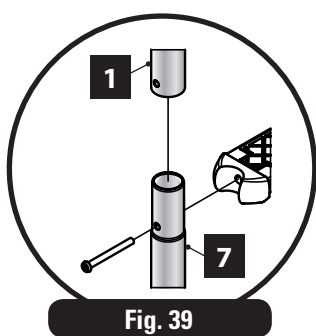

Fig. 39
- Assemble the upper handrail (1) and lower (7) introducing one into the other (figure 39). Fix the steps (6) into the handrails using the bolts (8), the washers (4) and the nuts (9).
- Position plugs (10) into the handrails to avoid the stepladder damaging the wall of the pool.
- When you have assembled the stepladder, place it on the edge with the handrail support (5) as a template.
- Inserte los embellecedores (2).
• Die Referenznummern 786226 (EG) und 783331 (EG) umfassen nicht die Holz-/Stahltrappe, kontrollieren Sie Ihren Pool-Bausatz zur Prüfung des Leiterbausatzes.
• I riferimenti 786226 (EG) e 783331 (EG) non includono la scaletta in legno / acciaio, verificare all'interno del kit la tipologia di elemento fornito.
• De referenties 786226 (EG) en 783331 (EG) worden niet geleverd met houten/metalen trap, kijk uw zwembadkit na om de trapset te controleren.
• As referências 786226 (EG) e 783331 (EG) não incluem a escada de madeira / aço, verifique o seu kit de piscina para verificar o conjunto de escada.
FR • Assembler la rampe supérieure (1) et inférieure (7) en les introduisant l'une dans l'autre (figure 39). Fixer les marches (6) aux rampes à l'aide des boulons (8), des rondelles (4) et des écrous (9).
- Positionner les tampons (10) sur les rampes pour éviter que l'échelle puisse abîmer la paroi de la piscine.
- Une fois l'échelle assemblée, positionner celle-ci sur la margelle en utilisant l'assemblage de rampe (5) comme gabarit.
- Insérer les enjoliveurs (2).
DE • Montieren Sie das obere Geländer (1) und das untere (7), indem sie eines in das andere stecken (Abb. 39). Befestigen Sie die Tritte (6) in den Geländern mit Hilfe der Bolzen (8), der Unterlegscheiben (4) und den Schrauben (9).
- Stecken Sie die Stöpsel (10) auf die Geländer, um zu vermeiden, dass die Treppe die Wand des Pools beschädigt.
- Nach dem Zusammenbau der Treppe befestigen Sie sie am Rand mit der Unterstüzung des Geländers (5) als Muster.
- Inserire le coperture (2).
NL • Monteer de bovenste trapleuning (1) en de onderste (7) door het ene deel in het andere te steken (afbeelding 39). Steek de sporten (6) in de trapleuningen met behulp van de bouten (8), de ringen (4) en de moeren (9).
- Plaats de doppen (10) op de leuningen om te voorkomen dat de trap de wand van het zwembad beschadigt.
- Wanneer de trap is gemonteerd, plaats haar aan de rand met de trapleuningsteun (5) volgens patroon.